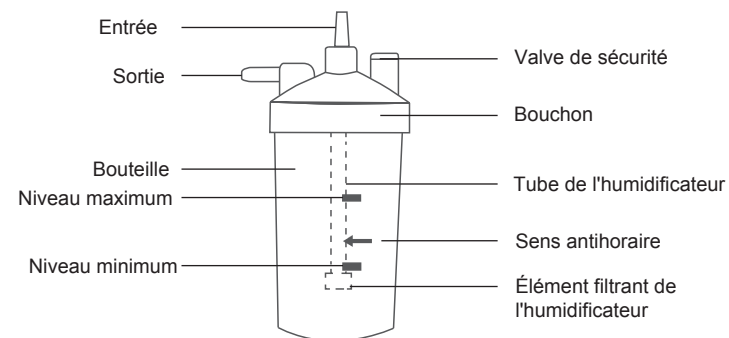

Figure 5 : Composants de l'humidificateur
1. Dévissez la bouteille de l'humidificateur dans le sens des aiguilles d'une montre. Remplissez la bouteille d'eau pure (ou d'eau distillée) à un niveau compris entre MAXIMUM et MINIMUM. Ne remplissez pas la bouteille de l'humidificateur au-dessus du MAXIMUM. (Figure 5)